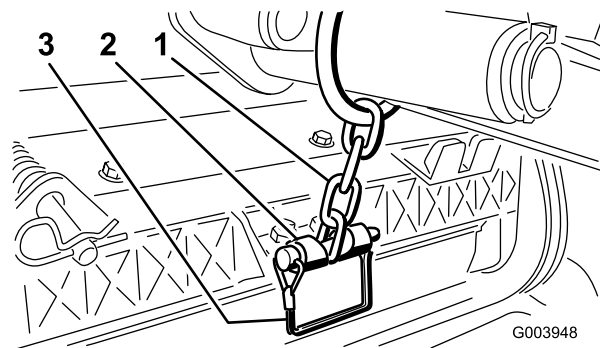

Figura 19
13. Sujete la cadena del brazo de elevación al soporte de la cadena con el pasador de seguridad (Figura 19). Utilice el número de eslabones indicado en el *Manual del operador* de la unidad de corte.